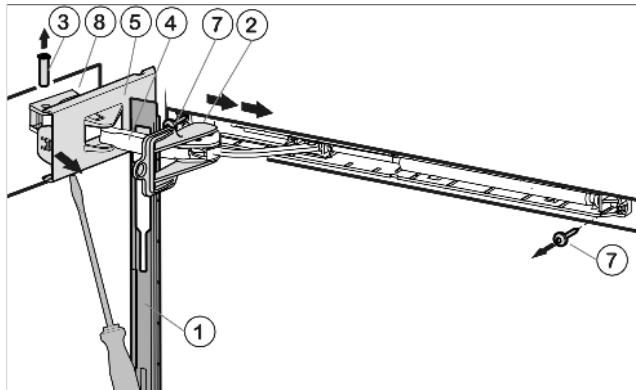

Fig. 5
- ▶ Сдвиньте накладку над амортизационной скобой Fig. 5 (4) в направлении устройства вперед.
- ▶ Закрепите предохранитель Fig. 5 (2) их комплекта поставки в продольном пазе.
- ▶ Отсоедините крышку Fig. 5 (5) со стороны шарнира с помощью отвертки до первого фиксатора.
- ▶ Выдавите палец Fig. 5 (3) снизу.
- ▶ Нажмите амортизационную скобу Fig. 5 (4) в направлении дверцы.
- ▶ Полностью отсоедините и снимите крышку Fig. 5 (5) со стороны шарнира.
- ▶ Снимите накладку Fig. 5 (1).
- ▶ Открутите узел амортизатора закрывания дверцы (2 шт. Torx® 15) Fig. 5 (7).
- ▶ Открутите опорную деталь Fig. 5 (8) и прикрутите ее снова с поворотом на 180° на противоположную сторону. При необходимости просверлите отверстия или используйте аккумуляторную отвертку.